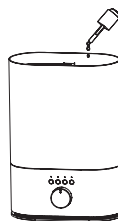

Рис. 5
3. Вы можете добавить несколько капель вашего любимого эфирного масла в резервуар для воды, чтобы насладиться ароматерапией (рис. 5).